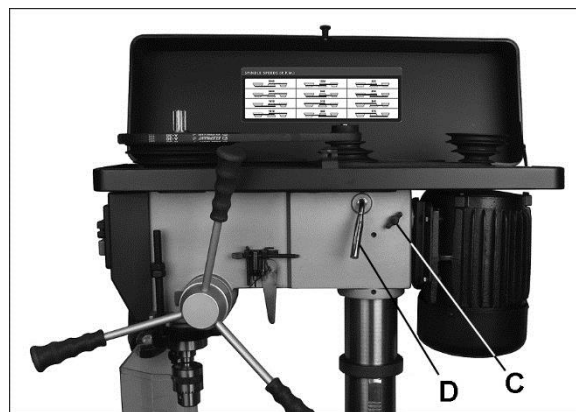

Figure 8-2: Réglage de la courroie/vitesse
2. Desserrer les deux vis papillon (C, Figure 8-2) situées de chaque côté de la tête.
3. Tourner la poignée de serrage (D) dans le sens horaire pour amener la base moteur au plus près de la tête.
5. Tourner la poignée de serrage (D) dans le sens antihoraire pour tendre les courroies.
6. Serrer les deux vis papillon (C). Les courroies sont correctement tendues lorsqu'une pression du doigt et du pouce à mi-chemin entre les deux courroies génère une déflexion d'environ 12,5mm.